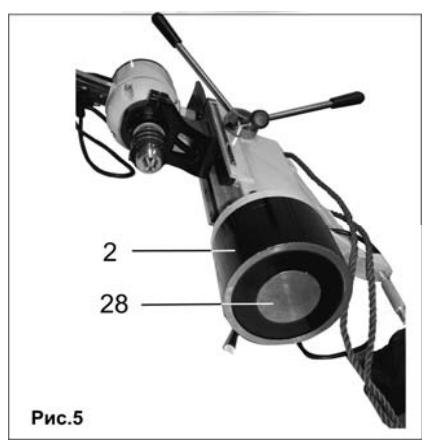

Рис.5
9.2.2. Перед монтажом станка убедитесь, что поверхность, на которую устанавливается магнитная подошва (2) станка, сухая, чистая, плоская и ровная. Контактная поверхность (28) магнитной подошвы (2), Рис.5, должна быть сухой и чистой. Обеспечьте непосредственный контакт между монтажной металлической поверхностью и поверхностью (28), Рис.5, магнитной подошвы (2) станка по всей ее рабочей площади.